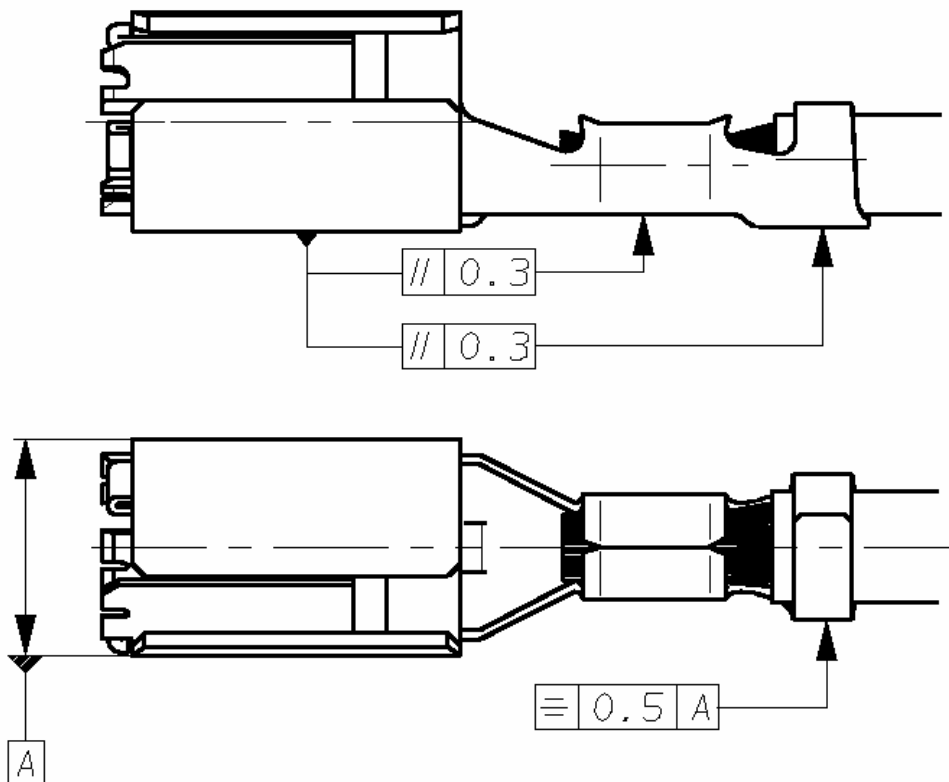

Figure 3 / Bild 3
A. Contacts with Insulation Crimp (Figure 3)
A. Kontakte mit Isolationscrimp (Bild 3)